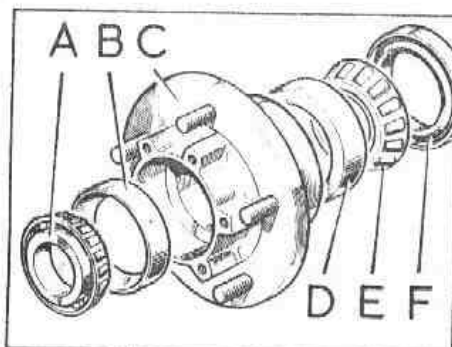

Fig. F-15 Buje delantero y cojinetes
- 1.1. Extraer el cojinete de rodillos exteriores, A (Fig. F-15).
- 3.1. Instalar a presión las pistas exteriores, B y D (Fig. F-15), introduciendo en primer lugar el costado de mayor diámetro, en el buje, asegurándose que quedan enrasadas con los resaltes en que se alojan.
- 3.5. Impregnar con grasa el cojinete de rodillo exterior, A, (Fig. F-15) y situarlo en su pista de rodamiento.